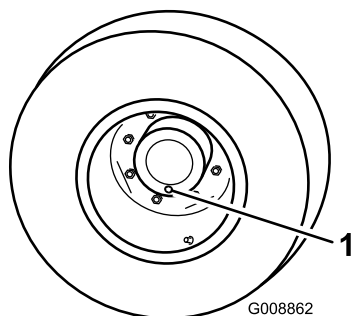

Figure 74
1. Placez la machine sur une surface plane et horizontale et tournez la roue de sorte que le bouchon de contrôle/vidange (Figure 74) se trouve à la position la plus basse.